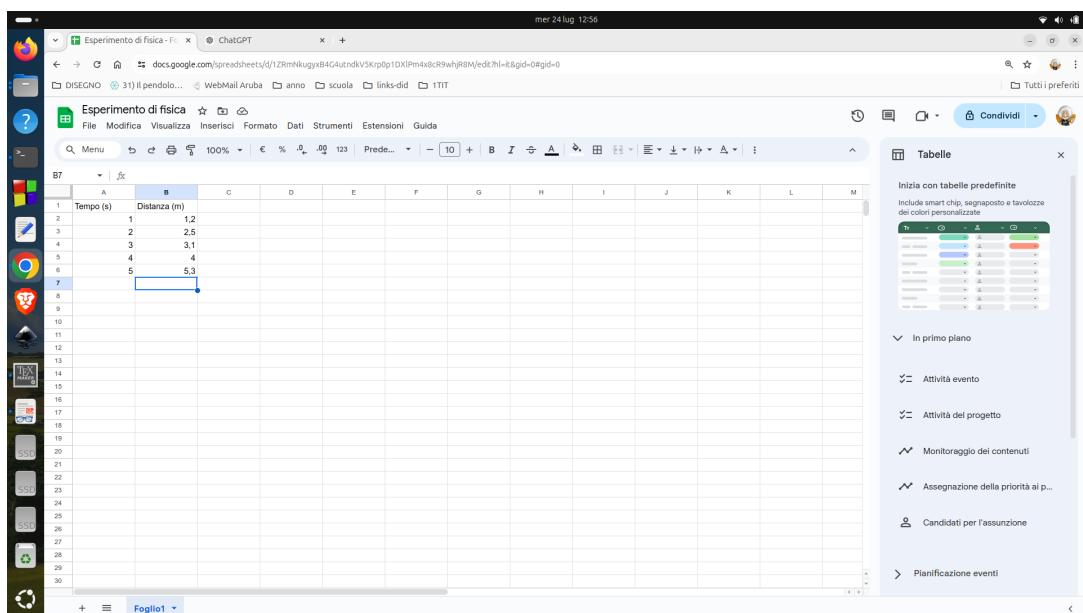

Figura 3.18 – Inserimento dei dati.
1. Inserisci i dati nelle colonne A e B. Ad esempio, nella colonna A metti i valori della variabile indipendente (ad esempio, tempo in secondi), e nella colonna B i valori della variabile dipendente (ad esempio, distanza in metri) (figura 3.18).